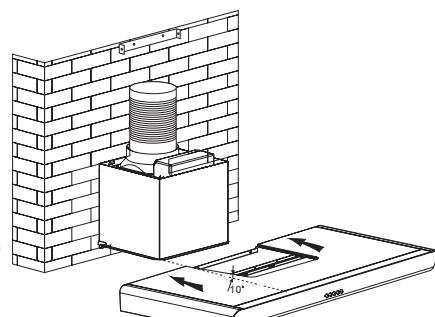

Imagen. 7
- Sujete el cuerpo de la campana y deslícelo en la unidad del motor y a continuación(Imagen.7), sujetelo con los 5 tornillos. (Imagen. 8)